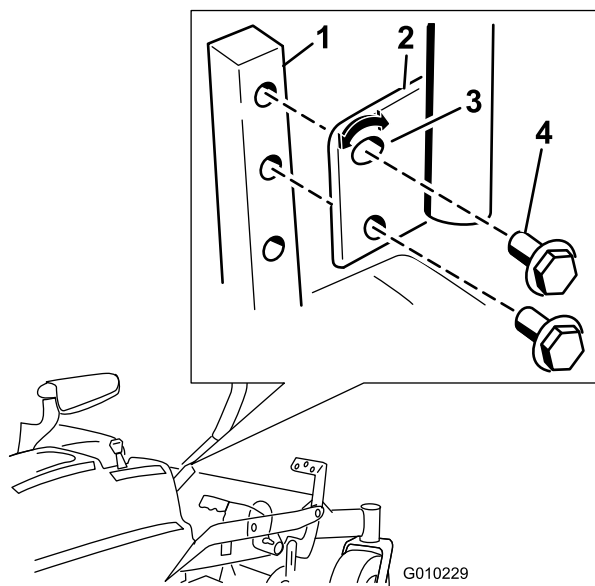

Figura 29
1. Retire los 2 pernos que fijan la palanca de control al brazo de la palanca (Figura 29).
2. Mueva la palanca al juego de taladros siguiente. Fije la palanca con los 2 pernos (Figura 29).
- Afloje el perno inferior lo suficiente para poder desplazar hacia adelante o hacia atrás la palanca de control (Figura 29). Apriete ambos pernos para fijar el control en la posición nueva.